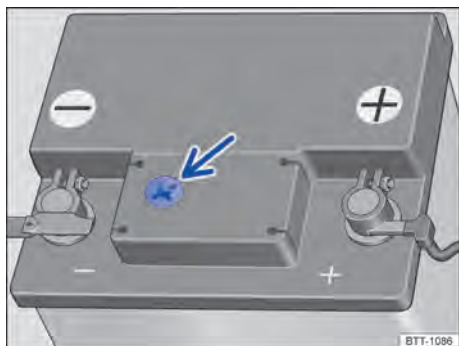

Fig. 210 No compartimento do motor: exemplo de posição do visor no lado superior da bateria do veículo.
- O visor redondo → **Fig. 210** na parte superior da bateria do veículo muda de cor conforme o nível do eletrólito.